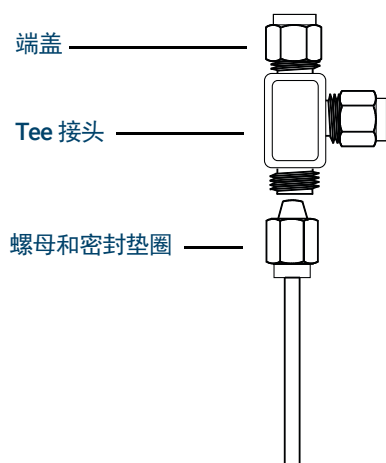

图 58. Swagelok Tee
- 1 在要安装 Tee 的位置切割管线。使用 Swagelok（接头套管）接头连接管线和 Tee。请参阅图 58。